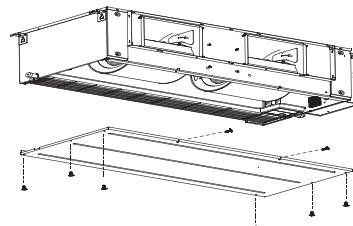

Рис. 9-4
- Снимите нижнюю крышку, как показано на рис. 9-4.